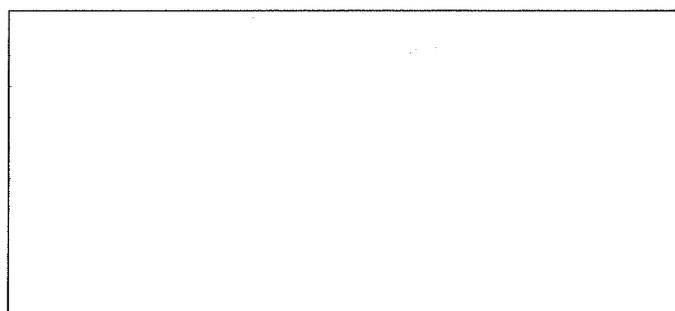

Рис. 17.
- при возникновении внезапной утечки масла из гидравлической цепи (разрыв шлангов), срабатывают клапаны блокировки, установленные в нижней части каждого из цилиндров (п.1, Рис. 17).
- при внезапном ослаблении тросов синхронизации и/или их разрыва, срабатывает предохранительный датчик (п.1. Рис.17а), установленный на верхней балке, обеспечивая включение микровыключателя и безопасность самого подъемника (п.2. Рис. 17а).
Рис. 17а.